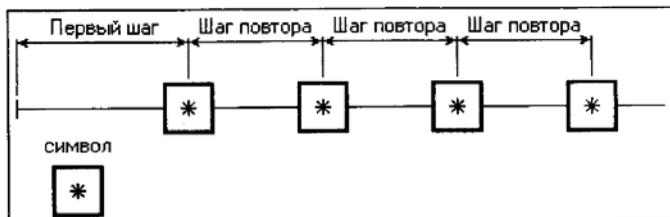

Рис. 16.14. Шаг повтора между точками привязки
- между точками привязки (рис. 16.14);